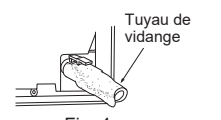

Fig. 4
- 5) Insérez complètement le tuyau de vidange dans le bac de vidange sur le côté arrière droit de l'unité interne. (Fig. 4)
- 6) Insérez le tuyau de vidange dans le manchon d'ouverture murale (C) et fixez la partie supérieure de l'unité interne sur le gabarit d'installation (1). Déplacez ensuite l'unité interne complètement vers la gauche pour faciliter le placement de la tuyauterie à l'arrière de l'unité.